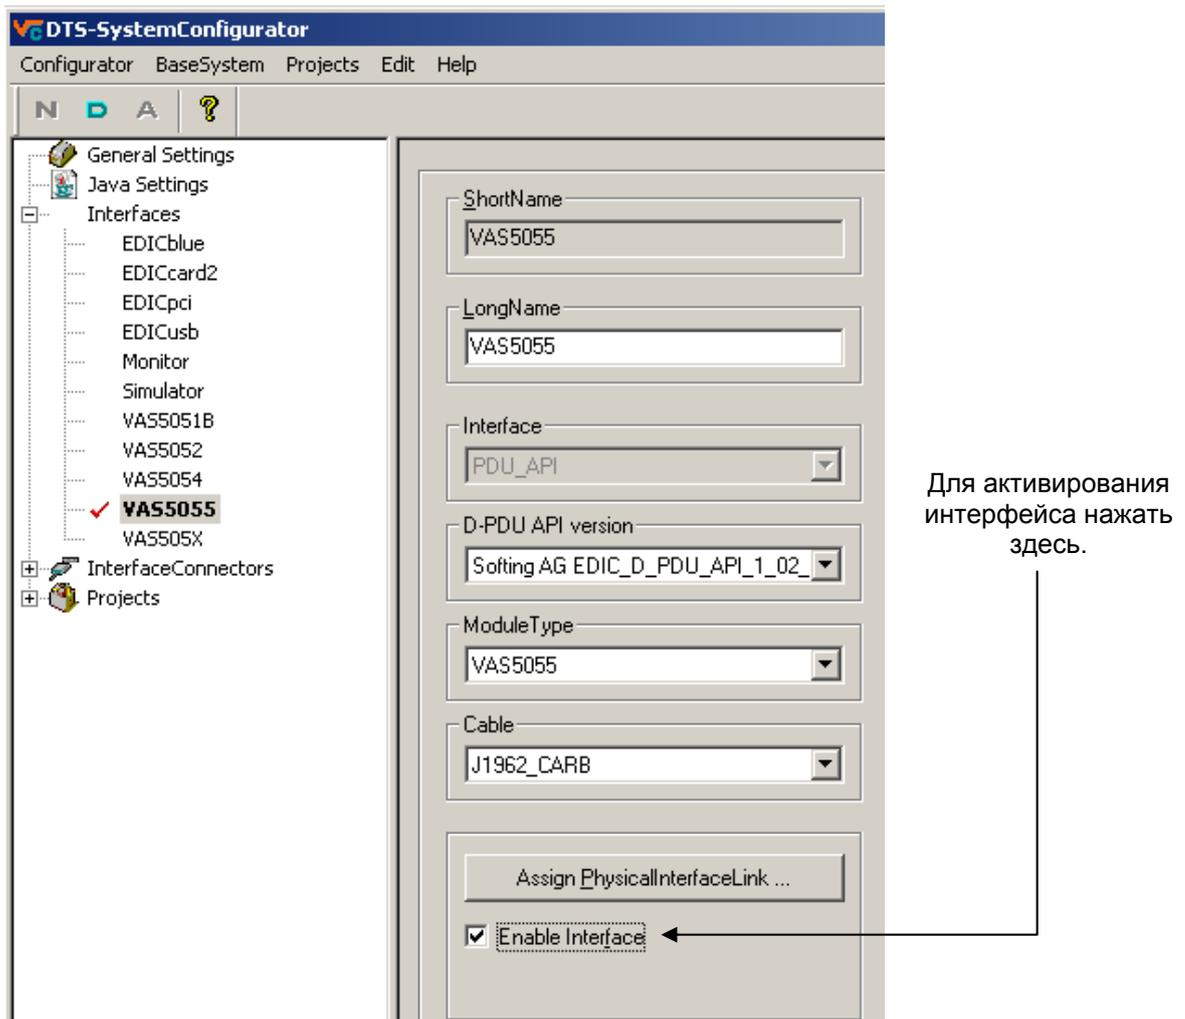

Рис. 2-9. Настройки конфигуратора системы DTS для работы с VAS 5055
6. Открыть в левом окне перечень *Interfaces* (Интерфейсы) и выбрать VAS 5055. В окне справа отметить галочкой *Enable Interface* (Активировать интерфейс) (Рис. 2-9).